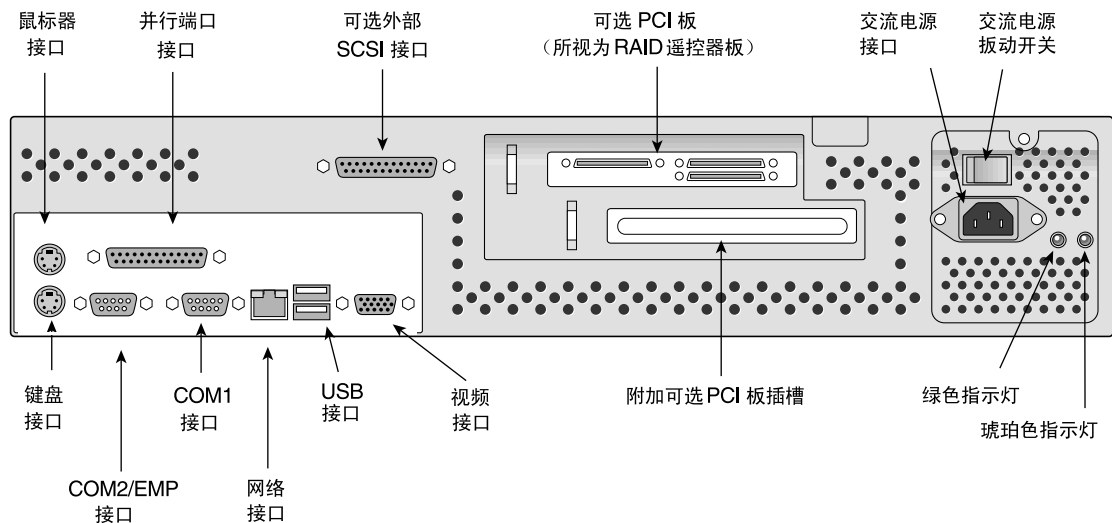

图 2 SGI 1200 服务器后部接口和控制装置
6. 将下列您想使用的常见外围设备连接到图 2 所示的接口上。